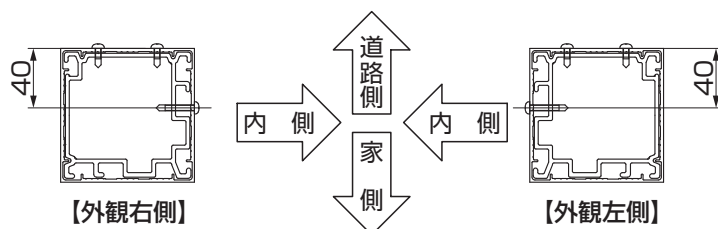

図1-2 柱補強材(電動用)挿入方向
- 柱左右位置に対する柱補強材(電動用)の挿入方向にご注意ください。(図1-2参照)